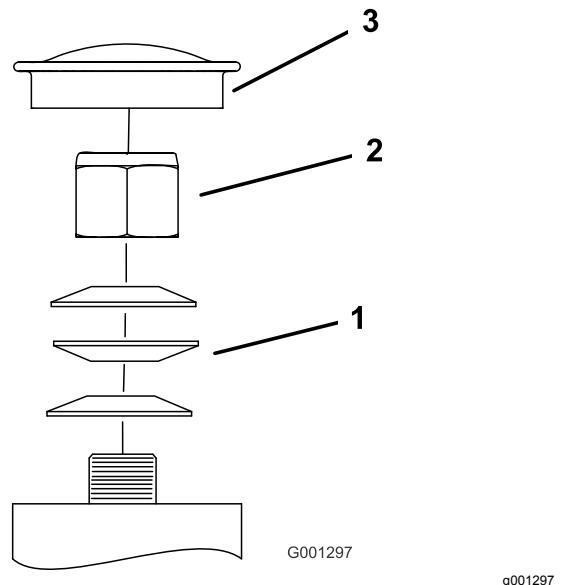

Figura 65
3. Retire el tapón guardapolvo de la rueda giratoria y apriete la contratuerca (Figura 65).
4. Apriete la contratuerca hasta que las arandelas de muelle estén planas, luego afloje $\frac{1}{4}$ de vuelta para establecer la pre-carga correcta de los cojinetes (Figura 65).
Importante: Asegúrese de que las arandelas de muelle están correctamente instaladas, según se muestra en Figura 65.
5. Coloque el tapón anti-polvo (Figura 65).